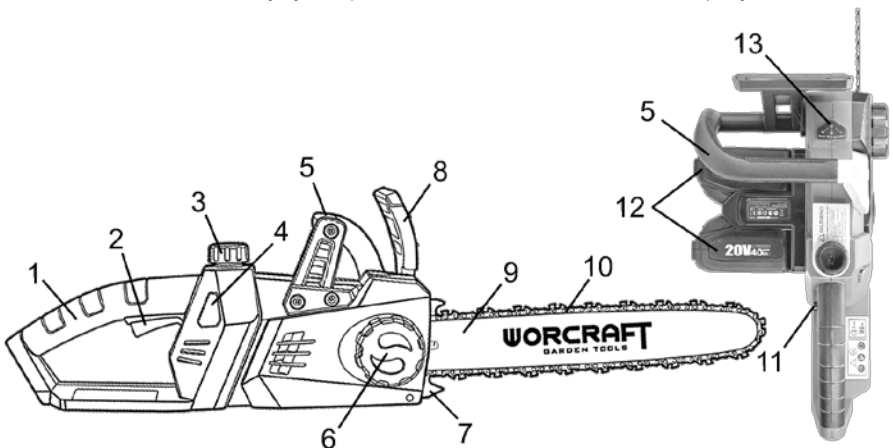

Рисунок 1
3.1.2 Відкрутіть рукоятку натягувача ланцюга (6, рисунок 1), від'єднайте захисну кришку вузла приводної зірочки.